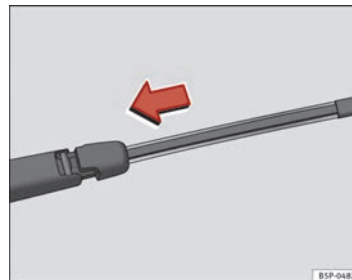

Abb. 169 Heckwischerblatt einsetzen ▶
- Halten Sie das Wischerblatt wie in ⇒ **Abb. 169** angezeigt fest und schieben Sie den Adapter so lange, bis er einrastet.